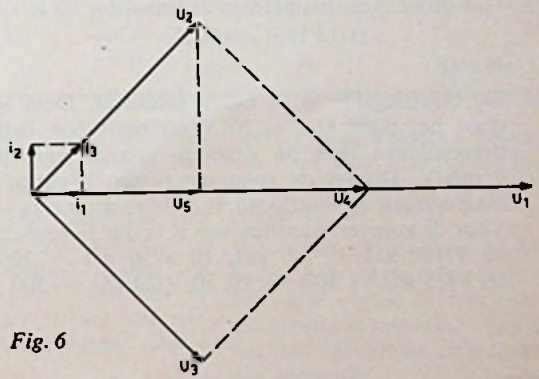

Fig. 6
a. Het gevraagde diagram is weergegeven in fig. 6. Begonnen is met de vector te tekenen die de gegeven spanning u_5 voorstelt. De stroom i_1 , is in fase met u_5 en i_2 is 90° voor t.o.v. u_5 . Beide stromen zijn 2 mA. i_3 is de som van i_1 en i_2 . De spanning u_2 is in fase met i_3 en omdat i_3 gelijk is aan $2\sqrt{2}$ mA, is $u_2 = 4\sqrt{2}$ volt. De spanning u_3 is even groot, doch is 90° in fase achter t.o.v. i_3 . De spanning u_4 is de som van u_2 en u_3 . Tenslotte vinden wij u_1 , als de som van u_4 en u_5 . We zien dat u_1 , u_4 en u_5 in fase zijn en dat u_1 drie maal zo groot is als u_5 .